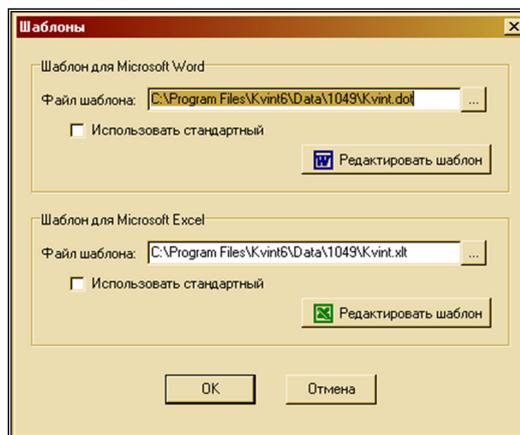

Рисунок 5 - Диалоговое окно Шаблоны
- **Правка / Шаблоны.** Формирование шаблона документов для печати на принтере в виде документов Word или Excel. Под шаблоном понимается оформление пользователем общей части (шапки) всех документов: наименование объекта управления, дата создания документа, данные пользователя, рамки и т.д. (рисунок 5). В окне указаны пути к папке хранения шаблонов. При указании **Использовать стандартный** указывается путь к папке с шаблонов, подготовленных системой. При нажатии кнопки **Редактировать шаблон** можно изменить его исходный вид, сохранить после редактирования под другим именем и даже в другой директории. Для использования нового шаблона в документах необходимо для них указать путь к папке его хранения.